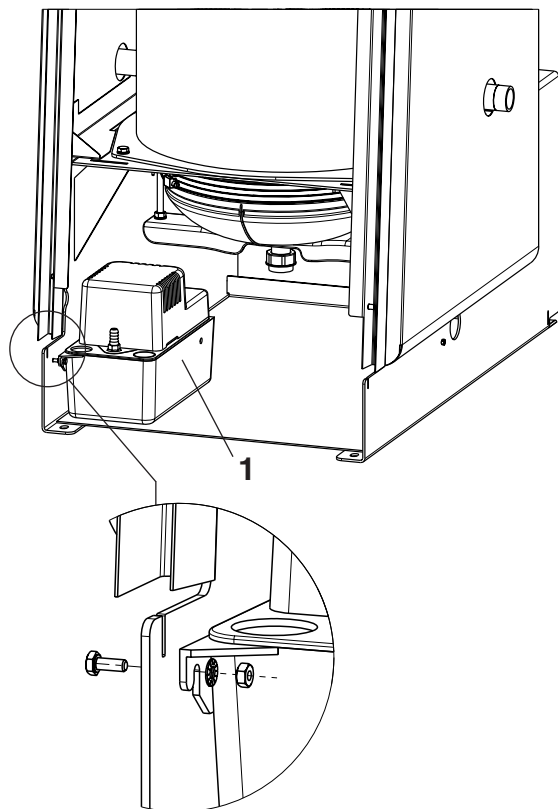

Bild 23
1. Montare la pompa di trasporto del condensato (1, fig. 23) secondo il disegno.